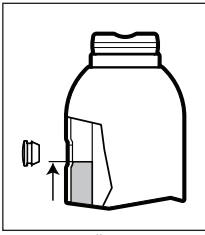
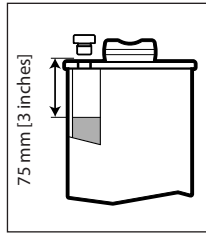

Abb. 5 – Ölstand alle Modelle mit Ausnahme von GBJ100
Abb. 6 – Ölstand nur Modell GBJ100
3. e Modelle mit Ausnahme von GBJ100: Füllen Sie Öl bis zum oberen Rand des Öfülllochs ein. Siehe Abb. 5.
4. Nur Modell GBJ100: Füllen Sie Öl bis ca. 75 mm [3 inch] unter dem Öfüllloch ein. Siehe Abb. 6.
NICHT ZU VIEL ÖL EINFÜLLEN! Bei vollständig zurückgezogenem Druckkolben und Heber in aufrechter Position sollte der Ölstand nicht höher als in Abb. 5 oder Abb. 6 dargestellt sein (je nach Ihrem Hebermodell).